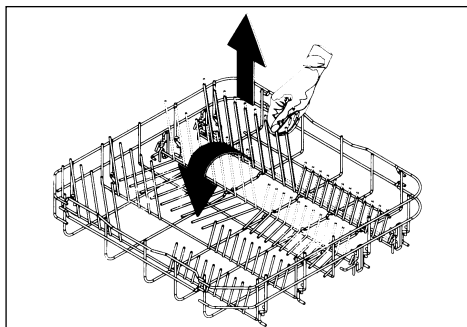

fig. 12
- De bordenrekken kunnen afhankelijk van de uitvoering worden omgeklapt (zie fig. 12).